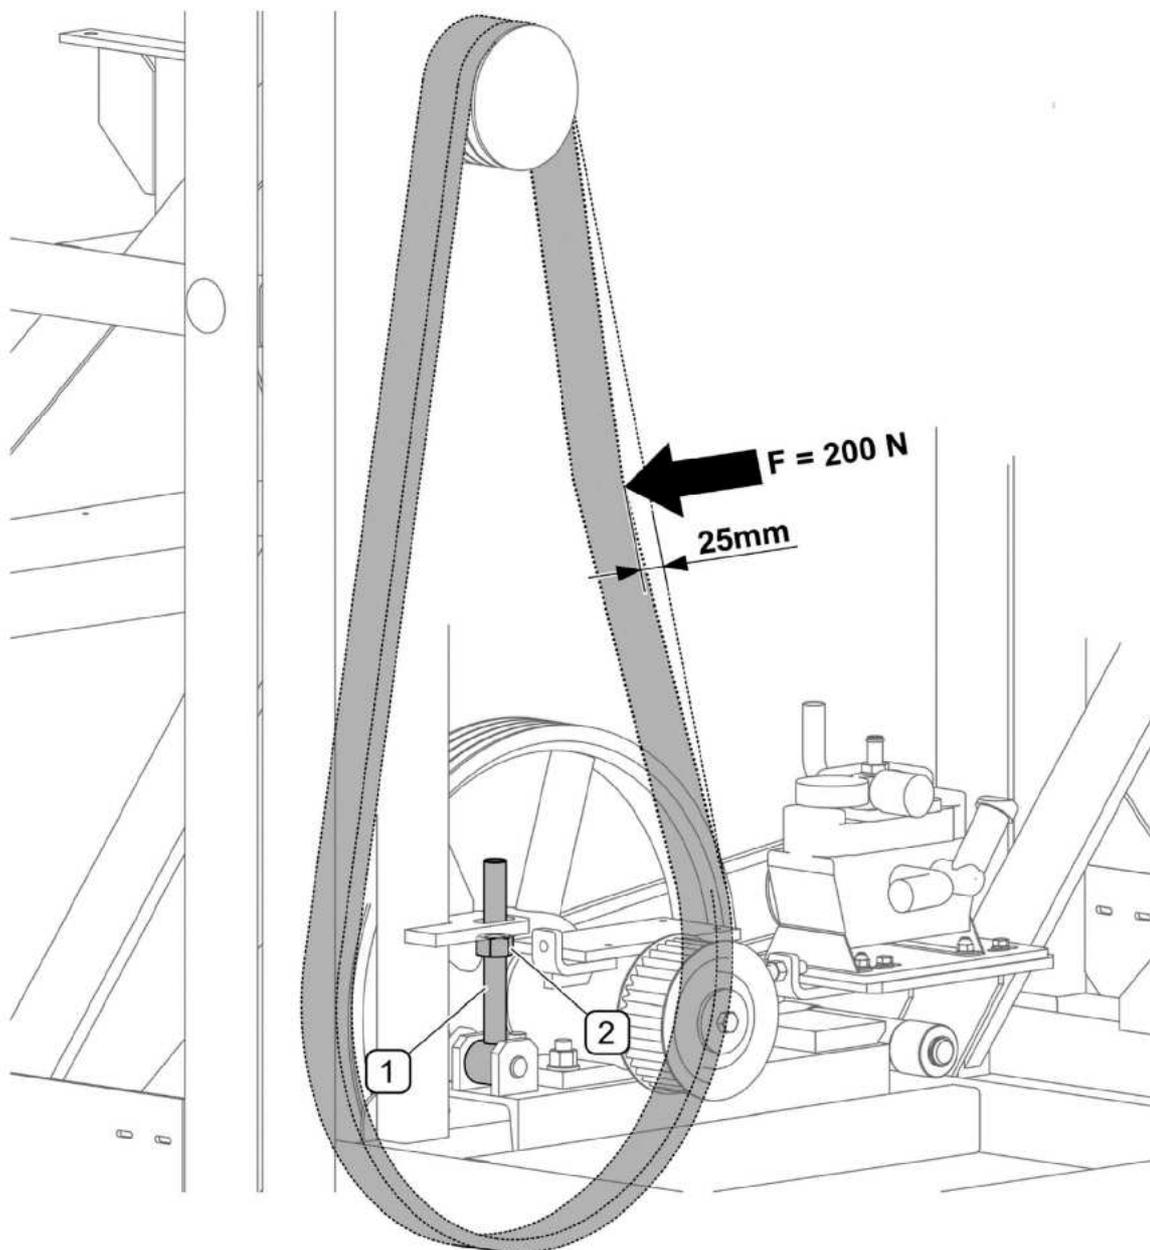

ABB. 5.15 Einstellen der Riemenspannung des Gebläseantriebs
Die Spannung des Verbundriemens des Gebläseantriebs (ABB. 5.15) wird durch Messung der Durchbiegung des Riemens in der Mitte zwischen der Drehachse des Antriebsriemenrads und der Drehachse des Gebläseriemenrades bestimmt. Bei der Einwirkung einer Kraft von $F=200\text{ N}$ muss die Durchbiegung 25 mm betragen.
Die Einstellung der Gebläseriemenspannung (ABB. 5.15) wird mithilfe der Mutter (2) der Spannvorrichtung (1) durchgeführt.